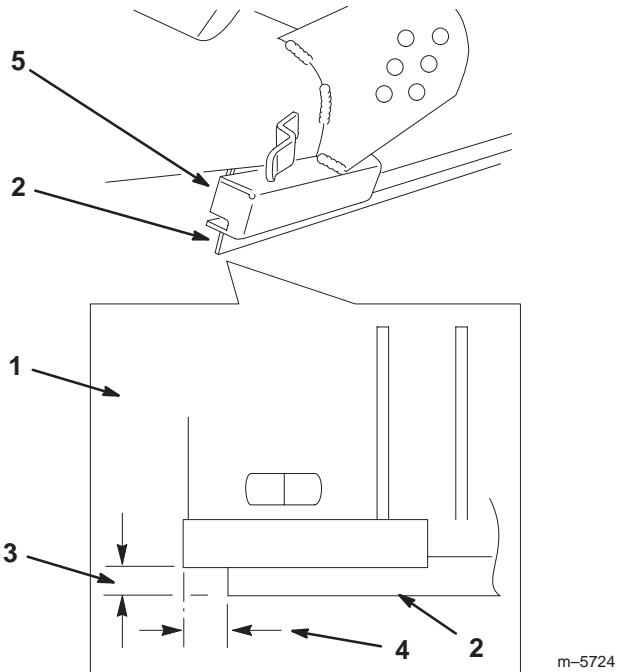

Figure 5
- Placez le côté droit du déflecteur à l'intérieur de la tondeuse, 26 mm vers l'intérieur et 13 mm vers le bas par rapport à l'ouverture d'éjection latérale du plateau de coupe (Fig. 5).